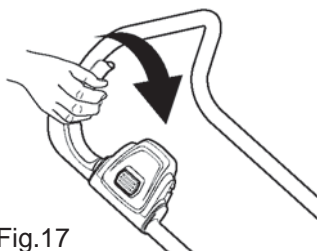

Fig.17
- > Pour éteindre l'appareil, relâchez la poignée marche/arrêt (1) (fig.17).